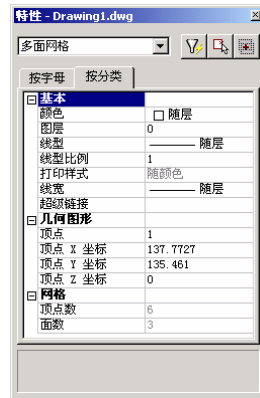

图 4-4 多面网格的特性
- ①在“几何图形”栏中，可以查询和修改多边形网格所有顶点的 X、Y、Z 坐标。在“顶点”项目中指定顶点编号。
- ②在“M 闭合”和“N 闭合”项目中，可以指定多边形网格在 M 方向和 N 方向是否闭合。
- ③在“M 密度”和“N 密度”项目中，可以指定多边形网格在 M 方向和 N 方向上的密度，用于在对多边形网格进行平滑时指定表面密度。
- ④在“M 顶点数”和“N 顶点数”项目中，分别显示了多边形网格在 M 方向和 N 方向上的顶点数目。
- ⑤在“拟合/平滑”项目中，可以指定是否对多边形网格进行拟合，并且可以进一步指定拟合方式为二次拟合、三次拟合或 Bezier（贝塞尔）拟合。
(4) 如果选择多面网格对象，“特性”窗口，显示如图 4-4 所示内容。多面网格的创建参见第 5 章。